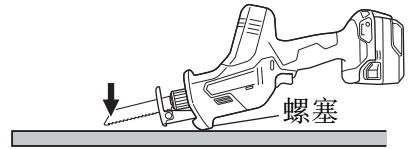

图 25
- (1) 将基座压在材料上并拉动扳机开关时, 使刀刃前端远离材料。(图 25)。